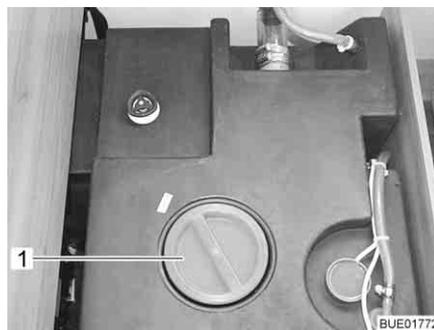

Fig. 266 Réservoir d'eau avec poignée tournante
- Enlever le couvercle de fermeture (Fig. 266, 1) du réservoir d'eau.